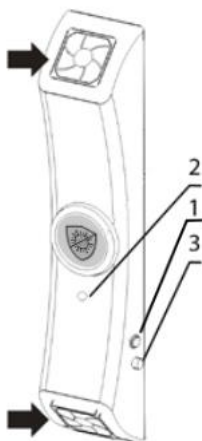

Рисунок 4. Внешний вид UVR-M
- 5.1.1 Подключите сетевой кабель к сетевой розетке с заземлением. Включите прибор переключателем питания (рис. 4/1).
- 5.1.2 Прибор автоматически запустит рециркулятор. Зажжённый индикатор (рис. 4/2) показывает, что УФ лампа работает.
- 5.1.4 **Отказ ламп.** При возникновении проблем с УФ лампой прибор перестаёт работать до тех пор, пока не будет заменена УФ лампа. Проверьте индикатор (рис. 4/2) чтобы установить, работает ли лампа. Для замены, смотрите **8.3**.
- 8.2.3 Пылевые фильтры на торцах УФ рециркулятора требуют ежемесячной проверки. Для проверки, чистки или замены фильтров, снимите пластиковые крышки с торцов (рис. 4/➡ и 4/➡) прибора, при необходимости замените на новый. Промойте водой фильтры, просушите и установите их и крышки обратно. Данная операция проводится пользователем.
- 8.3 **Замена УФ лампы.** Замену могут проводить только сервис-инженеры и специалисты, прошедшие специальную подготовку. Замена необходима при неисправности или окончания срока службы. Используйте индикатор работы УФ лампы, расположенный посередине рециркулятора (рис. 4/2 или 5/8) для проверки ламп внутри. Если при включенном рециркуляторе индикатор светится, лампа исправна. Если нет, замените лампы, одну для модели **UVR-M**, обе - для модели **UVR-Mi**.
- 8.4 **Замена предохранителя.** Отсоедините прибор от электросети и отвинтите крышку держателя предохранителя (рис. 4/3 или 5/10). Проверьте предохранитель и замените при необходимости, M1A для UVR-M и M2A для UVR-Mi.